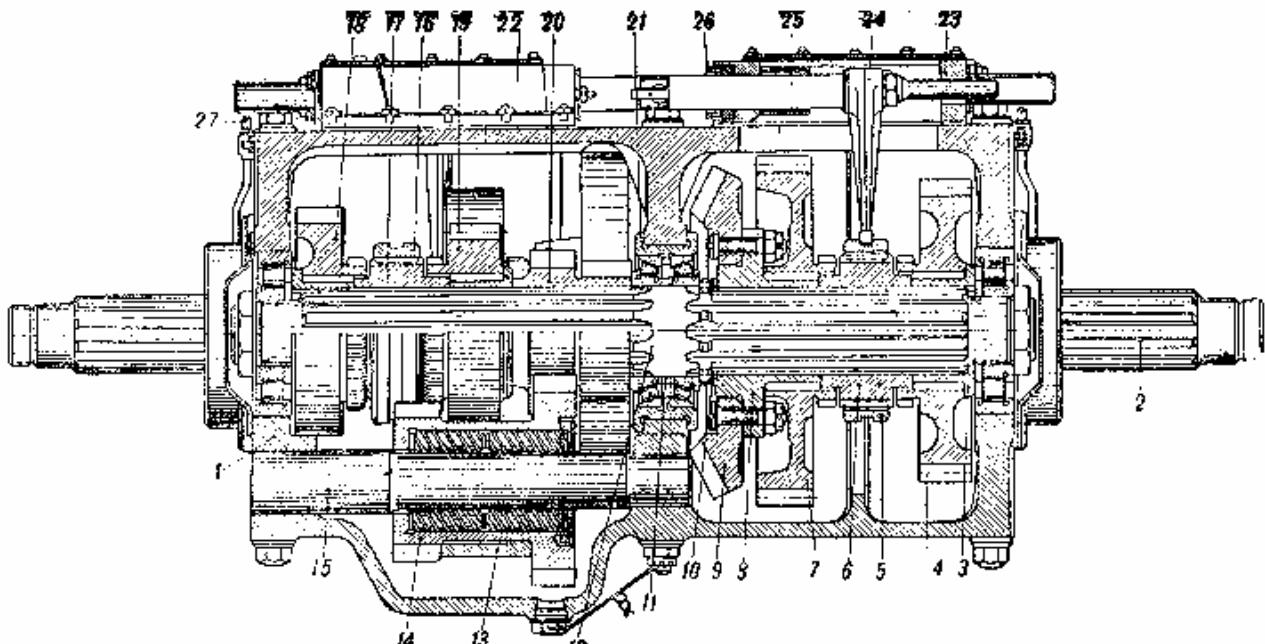

Рис. 99. Коробка перемены передач (в разрезе по промежуточному валу и оси заднего хода):
Между торцом ступицы ведомой конической шестерни и гребешком вала имеются регулировочные прокладки 10 (см. рис. 99) подбором толщины которых регулируют зазор между зубьями конической пары шестерён.
Блочную шестерню 14 (см. рис. 99) устанавливают на оси 15 в нижней половине картера на двух роликоподшипниках с витыми роликами. В этих роликоподшипниках беговыми дорожками служат шлифованные поверхности оси и внутренней полости ступицы шестерни.
Для ограничения осевых смещений каретки заднего хода устанавливают между её зубчатыми венцами планку 13 (см. рис. 99), изогнутую посередине. Платку крепят шпильками к картеру.
Переход на 2, 3, 4 и 5-ю передачи осуществляется включением подвижных муфт (кареток) 5 и 16 (см. рис. 99) к соответствующим шестерням выбираемых передач.
- 1) Установить на ступицу 8 (см. рис. 99) ведомую коническую шестерню 9, подогнав плоскость прилегания шестерни к ступице по краске; поставить призонные болты, плотно затянуть гайки и зашплинтовать.